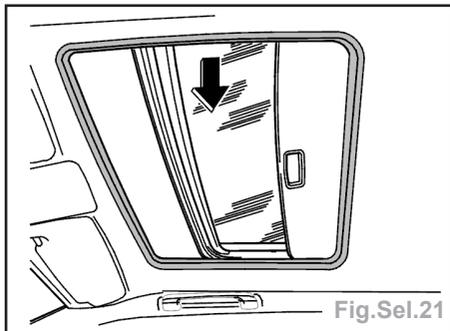

Fig.Sel.21
- Déposer l'encadrement du toit ouvrant (Fig.Sel.21).